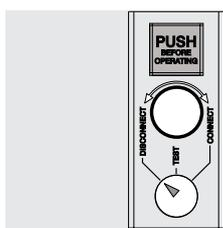

Figura 64
- interruttore in posizione di estratto (vedi Figura 64).